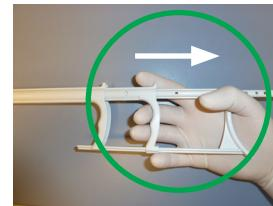

Figur 4 – Slakk på stentsystem
- d) Fjern slakk (se markert område i Figur 4) fra stentsystemet når det er utenpå pasienten.